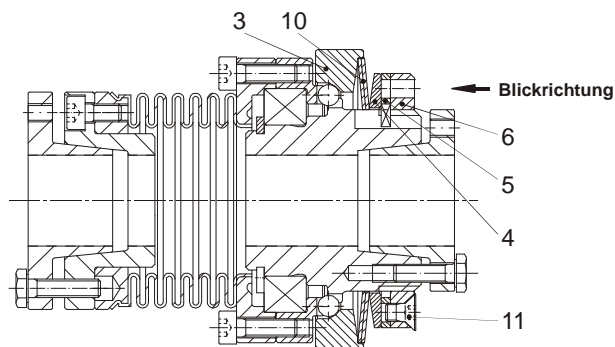

Bild 10
Drehmomenteinstellung (Bild 10, 11, und 12)
Blickrichtung auf die Einstellmutter (6) wie in Bild 10 und 11.
Einstellen des Drehmoments bei Größe 02 (Bild 10):